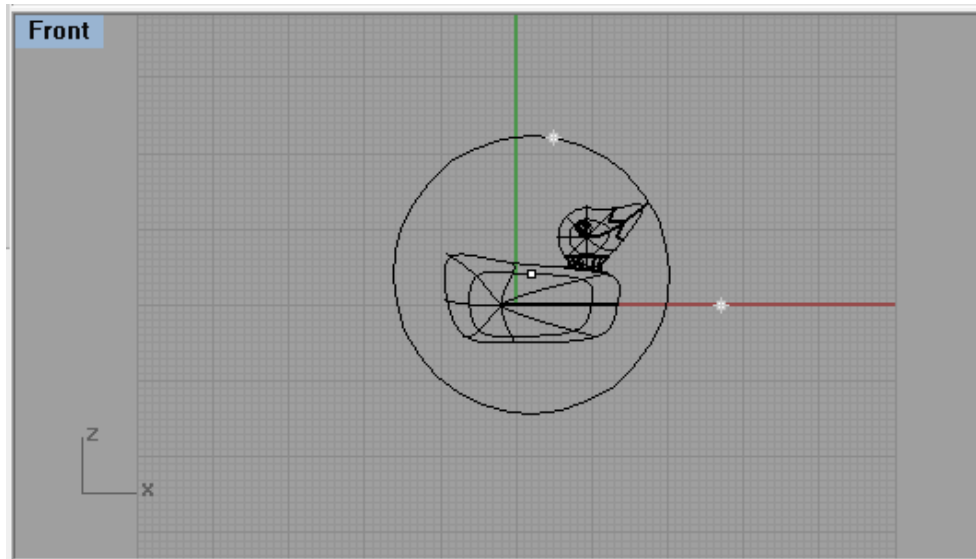

Figura 5.45
67.- En el menú “Render”, seleccionar “Create Spotlight”, cuando la línea de comandos muestre “Base of cone (DirectionConstraint=None 2Point 3Point Tangent FitPoints ):”, seleccionar un punto cerca del centro del cuerpo del patito, cuando muestre “Radius <1.00> (Diameter):” abarcar el doble del tamaño del pato, como en la figura 5.45, cuando muestre “End of cone” seleccionar la dirección desde donde se va a enfocar la luz. Se pueden crear los focos necesarios, en este caso se necesitaron cuatro, puestas como se muestra en la figura 5.46.